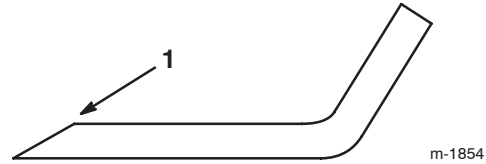

Figure 35
1. Au moyen d'une lime, aiguisiez les tranchants aux deux extrémités de chaque lame (Fig. 35) en veillant à conserver l'angle de coupe d'origine. Limez la même quantité de métal sur les deux tranchants pour ne pas déséquilibrer la lame.